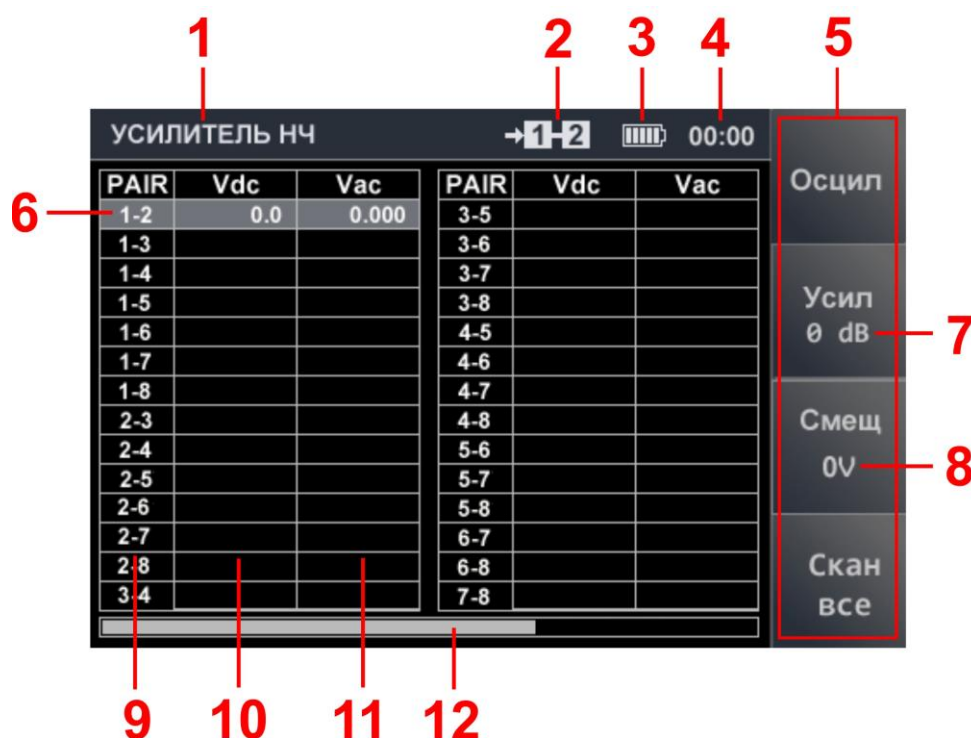

Рис.37
После включения канала на экране отображается основное меню (рис.37).
Цифрами на рис.37 обозначено:
2. С помощью кнопок     установить требуемое значение усиления в dB (0, 5, 10, 20, 30, 40, 50, 60), которое отобразится на индикаторе (рис.37, п.7).
2. С помощью кнопок   установить значение напряжения смещения (от -26 В до +26 В с шагом 2 В). Установленное значение отображается на индикаторе (рис.37, п.8).